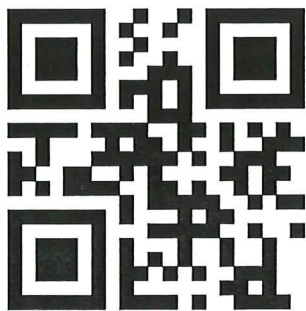

图3 二维码
- **二维码区：**二维码为 A4 纸大小，横放在出发区正前方，A4 纸的中心有边长为 80mm 的正方形二维码（如图 3）；